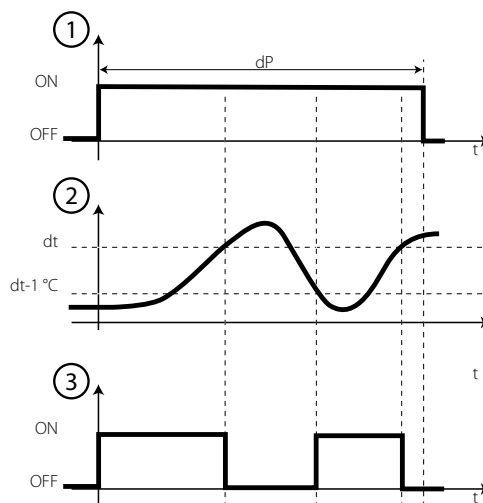

Fig. 4.g
- повремени термостата (только при сопротивлении); с помощью введённого в программу времени: позволяет выйти из режима размораживания, только когда температура находится ниже уровня размораживания, гарантируя экономию энергии размораживание выпарного устройства, даже в самых сложных ситуациях (смотреть Fig. 4.g).